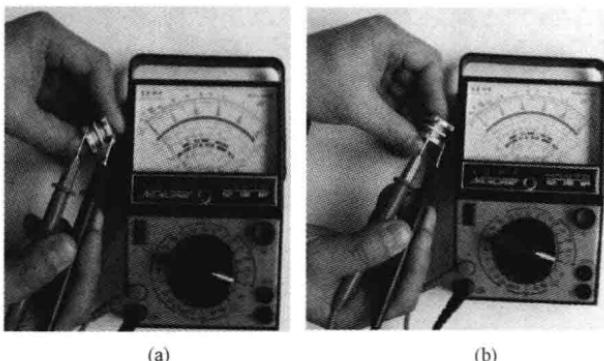

图 2-8 电感线圈通断的判断
- 2) 若指针未动，阻值为无穷大，说明电感器内部断路，如图 2-8 (a) 所示。
- 3) 若指针偏转至中间某一位置，有一定阻值，说明电感线圈正常，如图 2-8 (b) 所示。